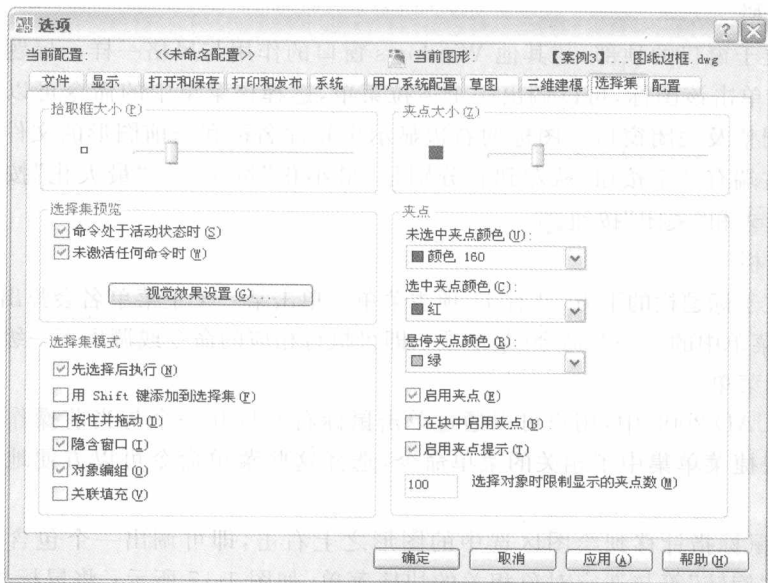

图 1-15 “选项”对话框的“选择集”选项卡
- ① “标记”复选框用来确定是否显示自动捕捉标记。
- ② “磁吸”复选框用来确定是否将光标自动锁定到最近的捕捉点上。
- ③ “显示自动捕捉工具栏提示”复选框用来控制是否显示捕捉点类型提示。
- ④ “显示自动捕捉靶框”复选框用来控制是否显示自动捕捉靶框。
(3) 在“选项”对话框中单击“选择集”标签,打开“选择集”选项卡。在该选项卡中可以对选择对象时(后)的选择模式、夹点的大小和颜色、拾取框大小等进行设置,如图 1-15 所示。
(4) 在“选择集预览”选项区域中单击“视觉效果设置”按钮,打开“视觉效果设置”对